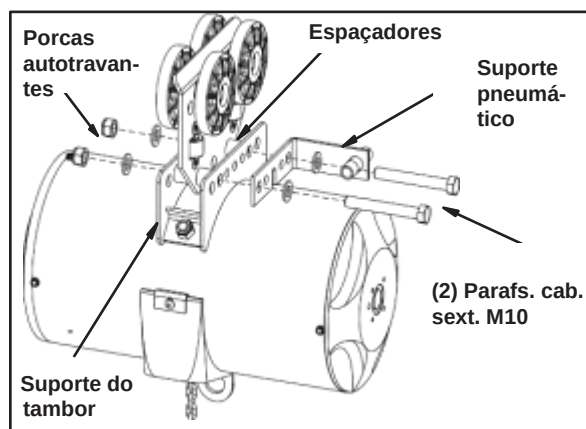

Figura 3-43
Etapa 1. Deslize os dois (2) parafusos de cabeça sextavada M16 x 100 mm com arruelas M16 através do suporte pneumático e em um lado do suporte do cilindro. Consulte a Figura 3-43.
Etapa 2. Deslize um espaçador 1 5/8 (16 mm) x 1 pol. (25 mm) em cada parafuso e deslize os parafusos através dos orifícios de montagem sobre o trole. Consulte a Figura 3-43.